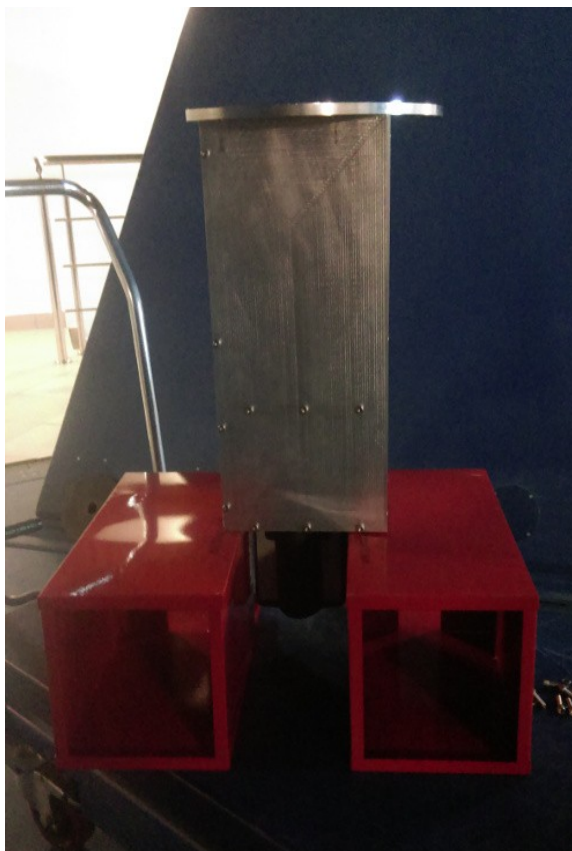

Рис. 5: Оптикомеханический модуль, подготовленный к монтажу в фокусе Кассегрена.
5. Взять малую синюю тележку с ножничным подъемником, подвести ее на расстояние 1-1.5 м к фокусу Кассегрена. Положить на тележку два ящика от огнетушителей, стоящих в подкупольном пространстве. Поставить на эти огнетушители прибор так, как показано на рис. 5. При этом прибор должен быть ориентирован так, чтобы нижняя стенка (см. описание ранее) оказалась внизу при наклоне телескопа по высоте.